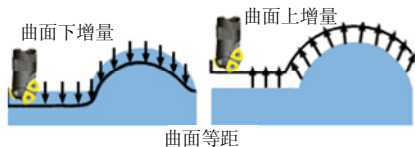

图 2-141 曲面等距方式
- 【曲面等距】: 选择曲面等距方式时允许在曲面上下都指定偏移值, 然后根据深度范围进行多层切削, 如图2-141所示。此时“曲面上增量Z”和“曲面下增量Z”之和即为切削深度范围。